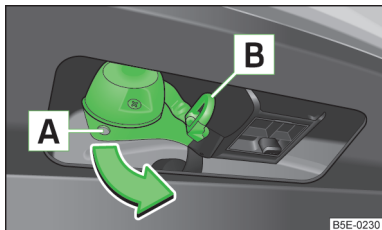

Fig. 142
- Agarrar la caja de enchufe de 13 polos en la zona **A** y extraer en el sentido de la flecha » fig. 142.
- Agarrar la caja de enchufe de 13 polos en la zona **A** e introducir en el sentido contrario al de la flecha » fig. 142.
El ojal de seguridad **B** » fig. 142 sirve para enganchar el cable de rotura del remolque.